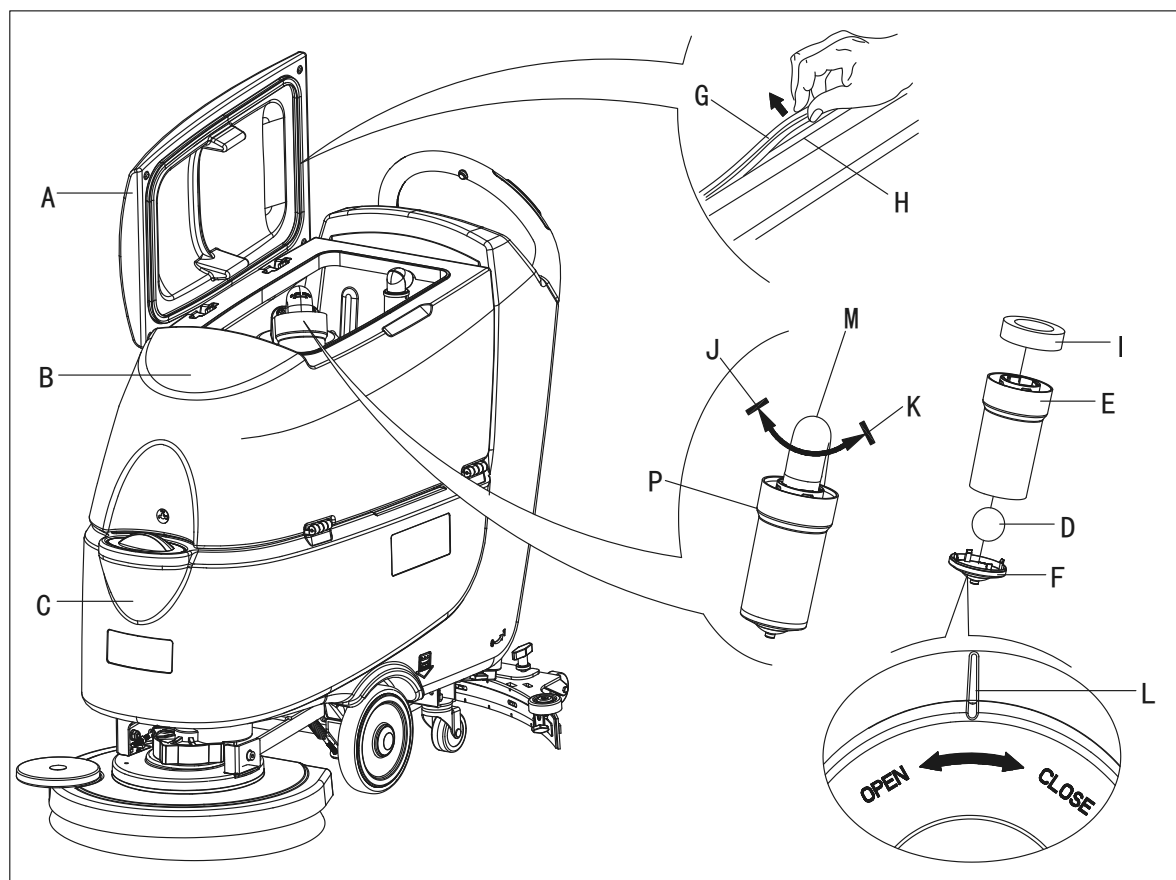

Figure 23
2. Faire en sorte que la machine soit éteinte et que la clé de contact (54) ait été retirée.
3. Tourner le couvercle du réservoir de récupération (A, Figure 23) position de 90 degrés où il peut être retiré du réservoir, puis enlever le filtre à flotteur (P) du réservoir.
4. Nettoyer le couvercle du réservoir récupération (A), le réservoir de récupération (B), réservoir d'eau propre (C) et le cadre de support du filtre à flotteur (E). Vider le réservoir de récupération avec le tuyau de vidange (22).
5. Si nécessaire, suivre les symboles "OPEN" et "CLOSE" comme indiqué sur la (Figure 23) pour ouvrir le couvercle de fond (F) du filtre à flotteur, puis nettoyer le filtre à flotteur (D), le cadre de support du filtre (E) et l'éponge du filtre (I). Après le nettoyage, fixer le filtre à flotteur (D) dans le cadre de support du filtre (E) puis aligner la rainure de marque (L) du capuchon de fond (F) du filtre à flotteur avec la rainure de marque (L) du cadre de support du filtre à flotteur (E). Visser fermement le capuchon de fond du filtre à flotteur, et fixer l'éponge du filtre (I) sur le cadre de support du filtre à flotteur (E). Enfin, le connecter au tuyau d'aspiration des eaux usées (M).
**Le joint d'étanchéité du réservoir (G) permet de produire le vide à l'intérieur du réservoir lorsque le moteur d'aspiration fonctionne. Le réservoir doit être étanche, pour pouvoir effectivement absorber l'eau du sol vers le réservoir de récupération.**
7. Vérifier si la surface de contact du joint d'étanchéité (G) a une intégrité et une étanchéité suffisantes. Si nécessaire, sortir le joint d'étanchéité du réservoir de la rainure (H) et la remplacer. Assembler le nouveau joint d'étanchéité comme indiqué sur la (Figure 23), le joint devrait être ramené dans la zone médiane.
8. Fermer le couvercle du réservoir de récupération (A).